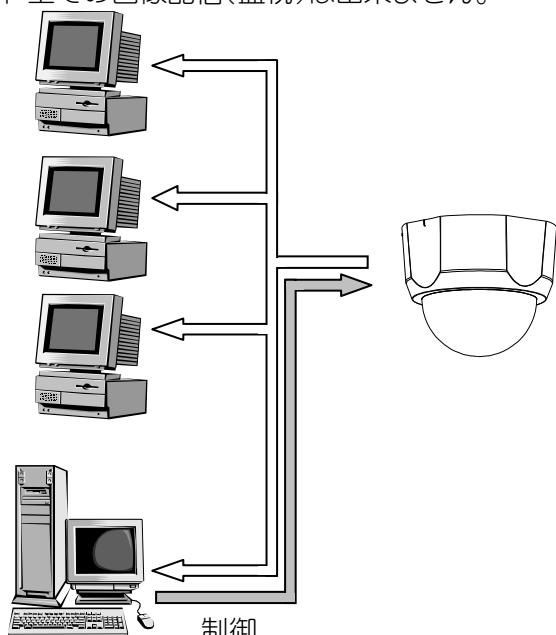

図 16-2 マルチキャストについて
- (1) 図 16-2に示すようにカメラからの画像を複数の機器で受信することができる通信方式です。
- (2) 複数箇所での監視に適しています。
- (3) 通信プロトコルには、RTP/UDP/IP が利用されます。
- (4) インターネット上の画像配信(監視)は出来ません。